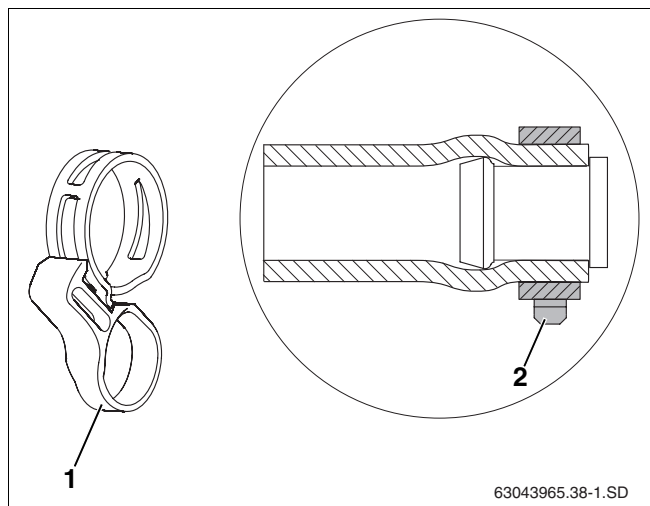

Fig. 17 Bride du compensateur avec anneau de fixation et montée sur le bouchon plein prémonté
- La position correcte de la bride du compensateur (fig. 17, **pos. 2**) doit être impérativement garantie avant de retirer l'anneau de sécurité (fig. 17, **pos. 1**). Le détacher ultérieurement avec des pinces risque d'entraver la capacité de serrage.